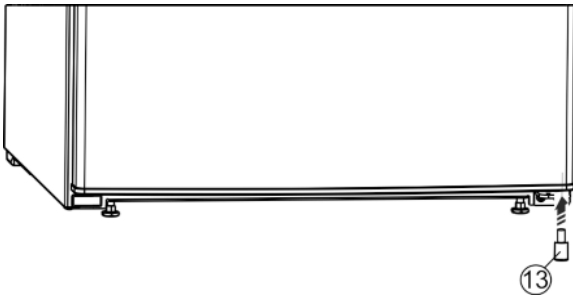

Fig. 8
- ▶ Поставете отново ограничителя Fig. 8 (13) долу отдясно във вратата, защото това е важно за стабилността на уреда.